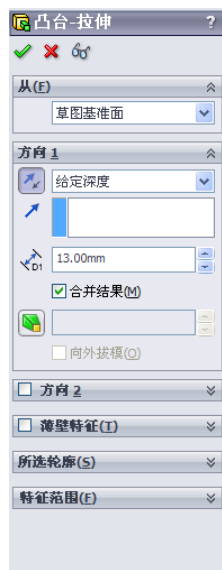
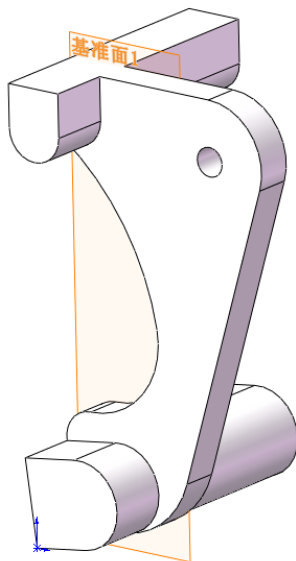

图 13-235 “凸台-拉伸”属性管理器
图 13-236 绘制草图 2
(6) 拉伸实体 2。选择菜单栏中的“插入”→“凸台/基体”→“拉伸”命令，或者单击“特征”工具栏中的（拉伸凸台/基体）按钮，此时系统弹出如图 13-235 所示的“凸台-拉伸”属性管理器。设置拉伸终止条件为“给定深度”，输入拉伸距离为“13 mm”，然后单击（确定）按钮，结果如图 13-236 所示。